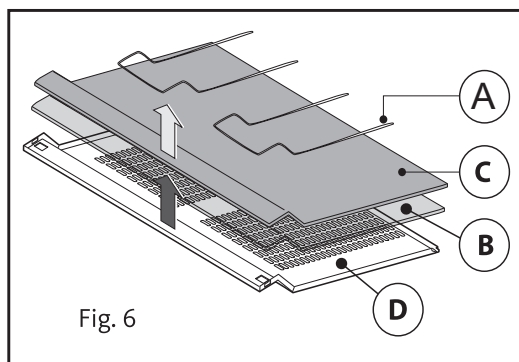

Fig. 6
2. Retirez ensuite les 4 barres métalliques **(A)** qui retiennent les filtres (filtre à charbon **(C)** et filtre métallique **(B)**) (Fig 6).